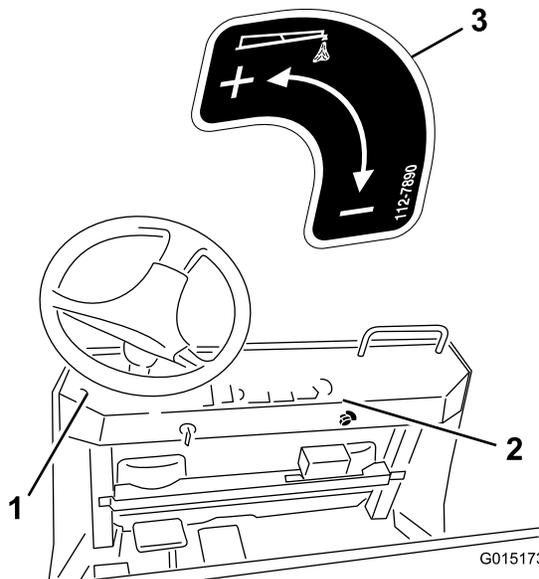

Figura 5
10. Applicare l'adesivo come illustrato in Figura 5.